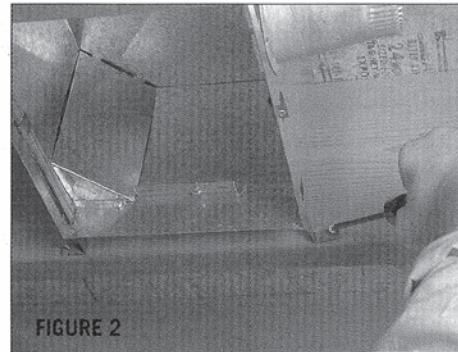

FIGURE 2
2. Insert adjustable hanger bars through slots in housing. Position housing between joists so it will not extend below the finished ceiling. The outer edge of the housing should be recessed 1/8" to 1/4" from the finished ceiling. Extend hanger bars and attach securely to joists with nails or screws. Housing can easily be adjusted right or left if necessary. (Fig 2)
3. Remove screw that holds electrical box cover. (Fig. 2)
2. Introduzca las barras ajustables de colgar a través de la muescas en el bastidor. Coloque el bastidor las vigas de manera que no se extienda por debajo del techo terminado. La orilla exterior del bastidor debe estar colocada de 1/8" a 1/4" dentro del techo acabado. Extienda las barras de colgar y fije bien a las vigas con clavos o tornillos. Si es necesario, el bastidor puede fácilmente ser ajustado hacia la derecha o izquierda. (Fig 2)
2. Insérer les cintres ajustables dans les fentes de l'enveloppe. Positionner l'enveloppe entre les solives, de façon à ce qu'elle ne dépasse pas les dessous du plafond fini. Le rebord extérieur de l'enveloppe devrait être en retrait de 1/8 à 1/4 po. par rapport au plafond fini. Étendre les cintres et les fixer solidement aux solives au moyen de clous ou de vis. On peut facilement ajuster l'enveloppe à droite ou à gauche si nécessaire. (Fig 2)